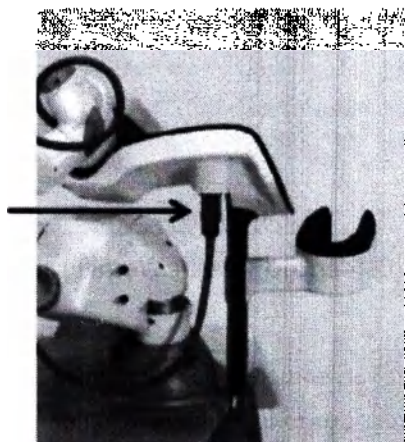

Рисунок 6.13: Расположение разъема G-Runner
2. Подсоедините соединительный кабель G-Runner к разъему (см. Рисунок 6.13).